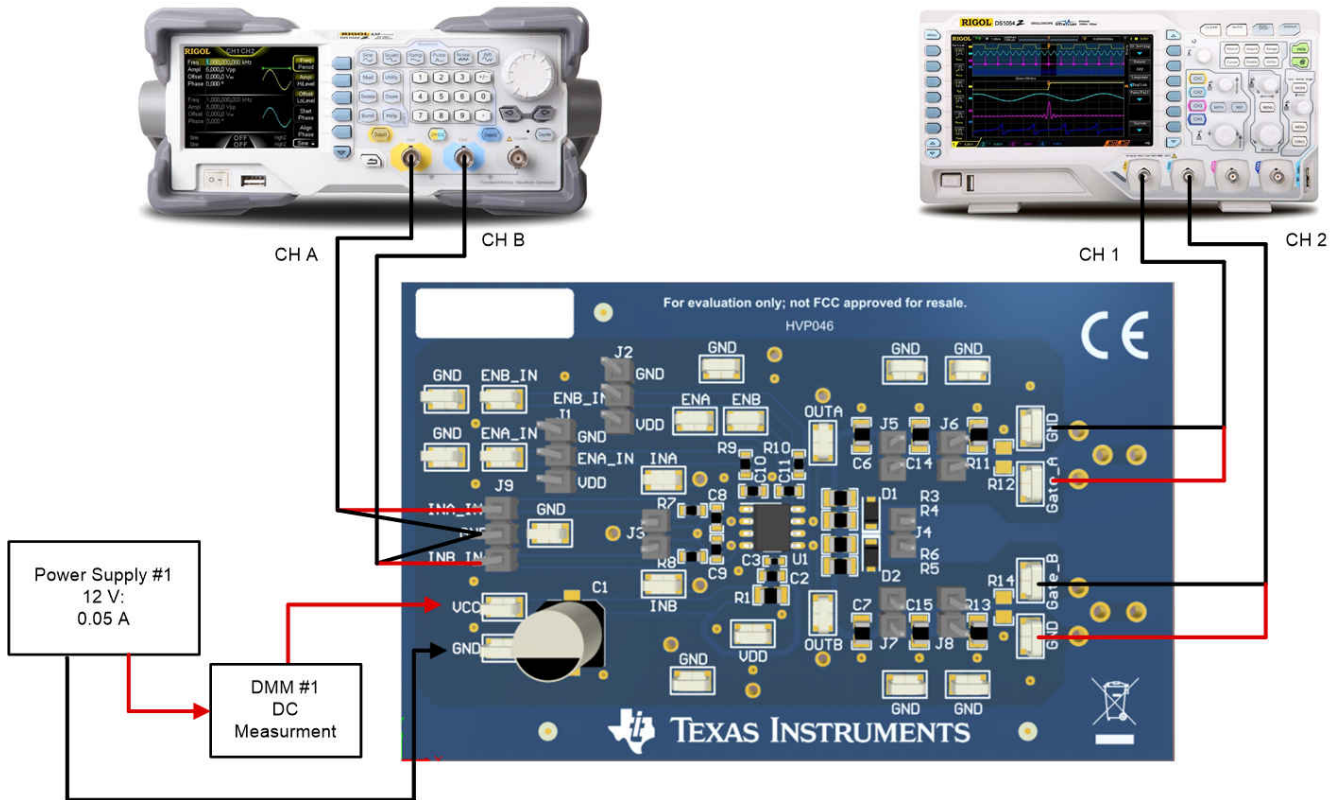

图 4-1. 工作台设置图和配置
该过程详细说明了如何配置 UCC27624EVM 评估板。该测试过程中遵循了以下命名约定。有关详细信息，请参阅 UCC27624EVM 工作台设置图和配置 (图 4-1)。
使用以下连接过程，请参阅图 4-1。
- 函数发生器 Ch-A 通道应用于 INA_IN+ 上，如图 4-1 所示。
- 函数发生器 Ch-B 通道应用于 INB_IN- 上，如图 4-1 所示。
- 电源 #1：正节点连接至 DMM #1 的输入，DMM #1 的输出连接至标有 VCC 的测试点，电源 #1 的负节点直接连接至标有 GND 的测试点；如图 4-1 所示。
- 将示波器 Ch-1 探头连接到标记为 Gate_A 的测试点，优选较小的测量环路；如图 4-1 所示。
- 将示波器 Ch-2 探头连接到标记为 Gate_B 的测试点，优选较小的测量环路；如图 4-1 所示。
1. 在开始上电测试过程之前，请验证图 4-1 中的连接。